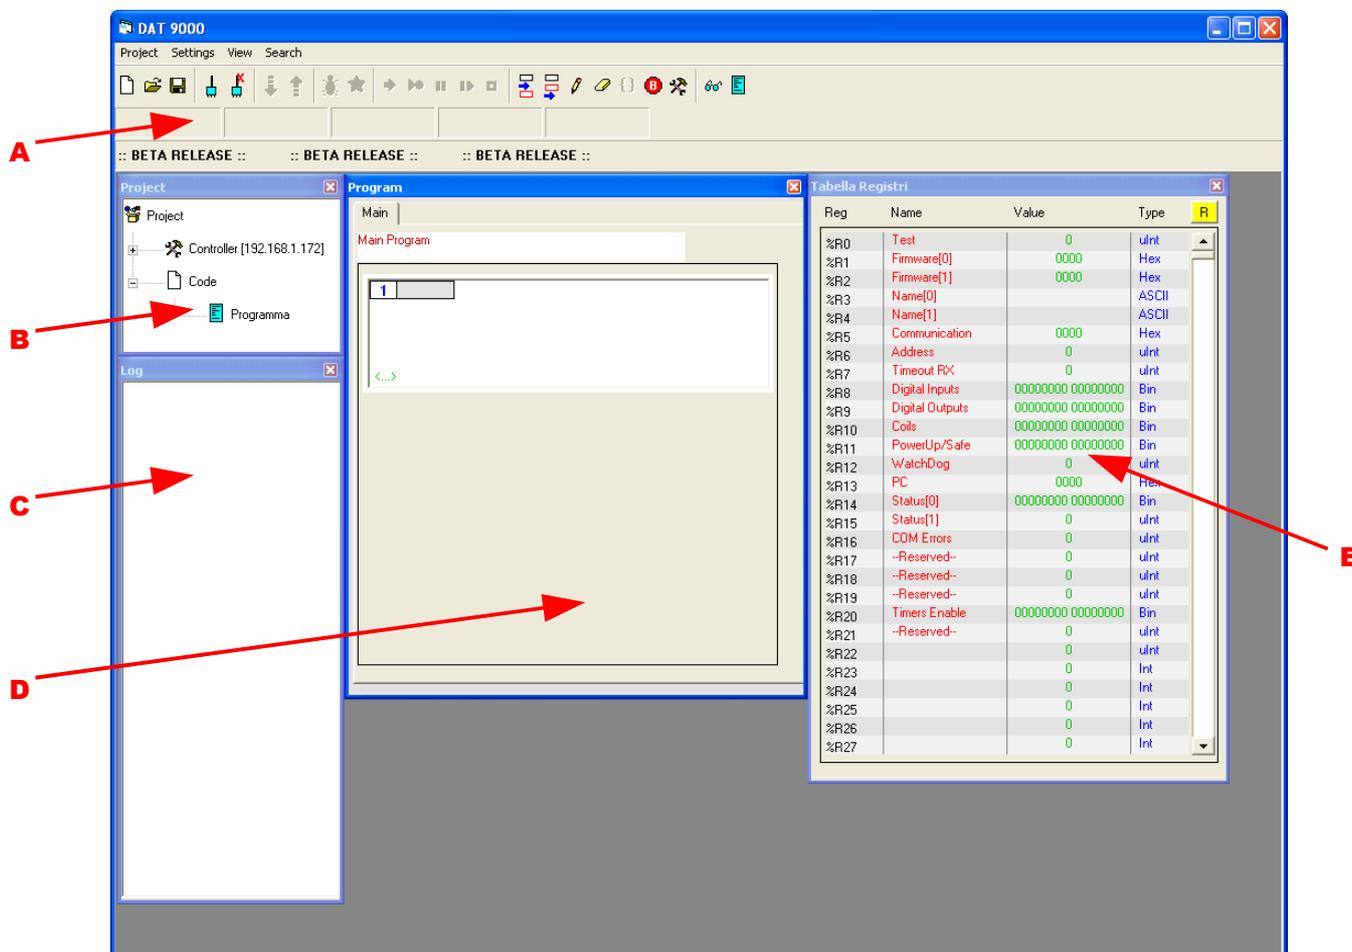

Fig. 1.1
- Le barre Menù, Pulsanti e Stato (Fig.1.1-A)
- La finestra relativa al Progetto (Fig.1.1-B)
- La finestra di Log (Fig.1.1-C)
- La finestra dell'Applicativo (Fig.1.1-D)
- La tabella dei Registri (Fig.1.1-E)
- A. Finestra "Project" con l'elenco delle proprietà del progetto (Fig.1.1-B).
- B. Finestra "Program" con un primo blocco funzione vuoto. In questa finestra è possibile inserire i blocchi funzione per creare l'applicativo (Fig.1.1-D).
- C. Finestra "Registers" con l'elenco dei registri associati al Controllore (Fig.1.1-E).